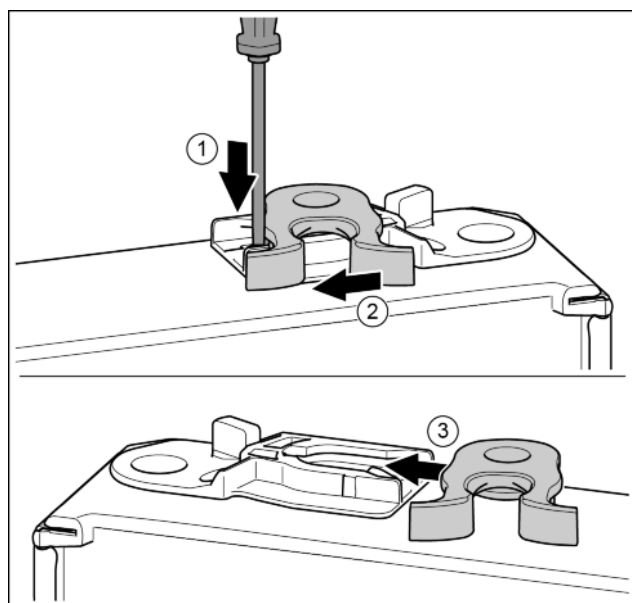

Fig. 13
- ▶ Lip met sleufschroevendraaier naar onder drukken. Fig. 13 (1)
- ▶ Sluithaak uit de geleiding trekken. Fig. 13 (2)
- ▶ Sluithaak aan de andere kant van de geleiding schuiven. Fig. 13 (3)